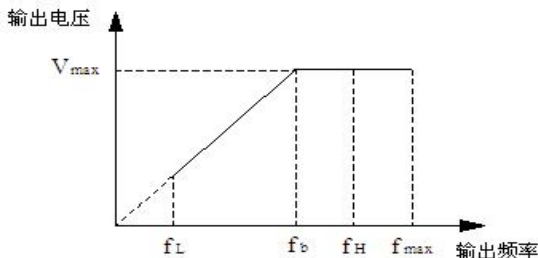

图 F0-1 电压与频率示意图
最大输出频率是变频器允许输出的最高频率，是加速时间设定的基准，如下图所示的  $f_{max}$ ；基本运行频率是变频器输出最高电压时对应的最小频率，一般是电机的额定频率，如下图所示的  $f_b$ ；最大输出电压  $V_{max}$  是变频器输出基本运行频率时，对应的输出电压，一般是电机的额定电压；如下图所示的  $V_{max}$ ； $f_H$ 、 $f_L$  分别定义为上限频率和下限频率，如图 F0-1 所示：
4. 最大输出频率、上限频率、下限频率的关系如上图 F0-1 所示，设置时请注意大小顺序。